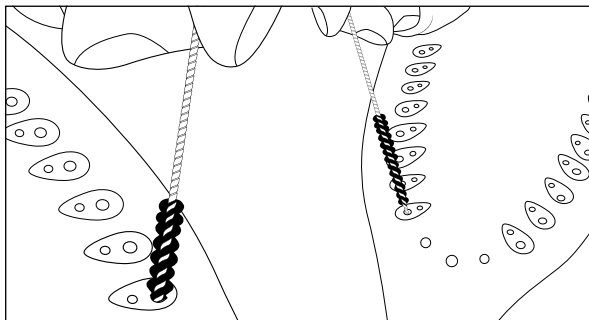

Fig. 13
- 2) Brug den medfølgende rengøringsbørste **11** til at fjerne kalkaflejringerne med i åbningerne på strygesålen **8** (se fig. 13).